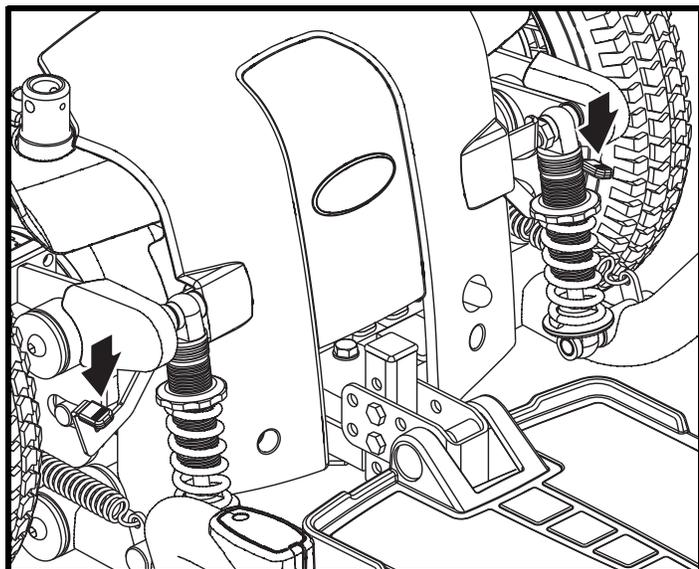

Figura 8. Modalità di sblocco ruote (Trazione disattivata)
2. Spingere le due leve verso il basso per disattivare i motori di trazione (sblocco ruote). **Consultare la figura 8.**